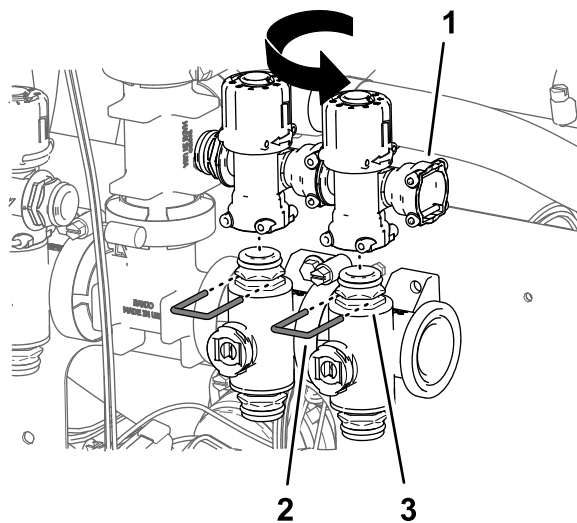

Figura 103
8. Ripetete i passaggi da 5 a 7 per le valvole di bypass della valvola dell'ugello 6 e la valvola dell'ugello 7 (Figura 103).